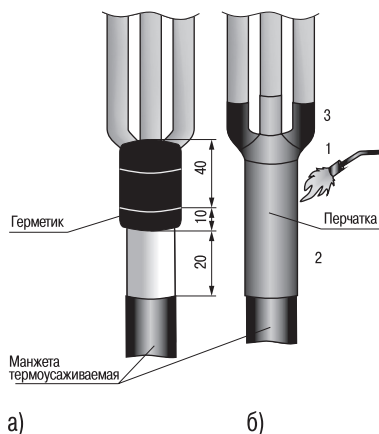

Рисунок 8
4.23 Обмотать длинную ленту герметика по краю металлической оболочки с заходом на 10 мм на оболочку и вверх на 40 мм по жилам кабеля, удаляя разделительную бумагу (рисунок 8а).
4.24 Сблизить жилы кабеля. Надеть перчатку с усилием до упора в изолированный «корешок» разделки кабеля. Усадить перчатку, начиная от основания пальцев перчатки, вкруговую, затем в направлении оболочки. Важно, чтобы основание перчатки было усажено на ранее установленную термоусаживаемую манжету. В последнюю очередь усадить пальцы перчатки на жилы кабеля. После усадки перчатка должна плотно облегать манжету и трубки на жилах кабеля, а по торцам основания перчатки и пальцев должен быть виден выступивший расплавленный клей (рисунок 8б).